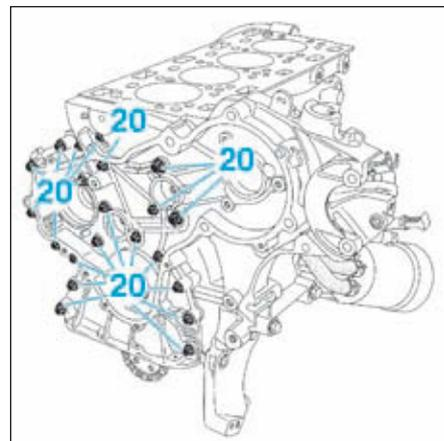

FIG.56
- Déposer les vis (20), puis déposer le carter inférieur arrière de distribution avec son joint (Fig.56).